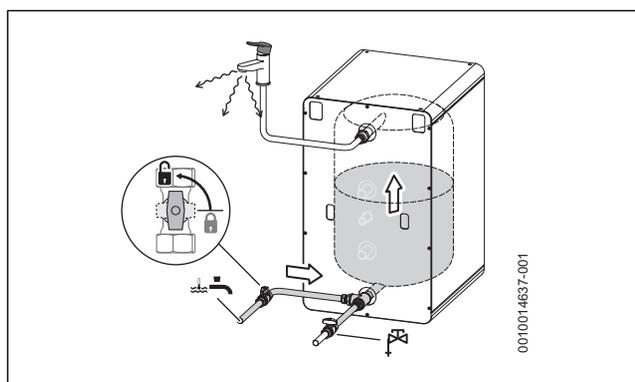
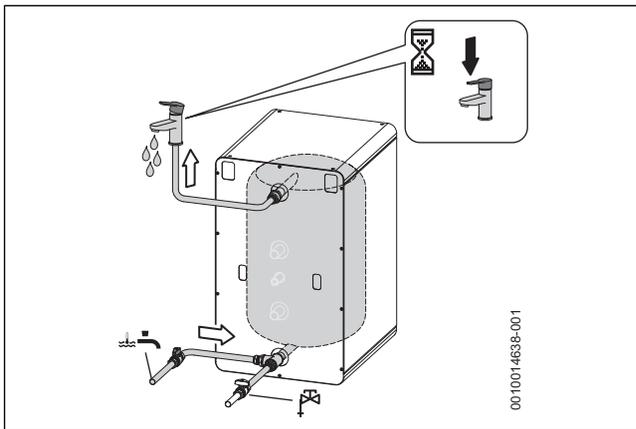

Fig. 81
Fig. 82
- ▶ Remplir (→ Fig. 81) et rincer abondamment le ballon Bosch Stora WBD 90 C et la tuyauterie avant la mise en service (→ Fig. 82).